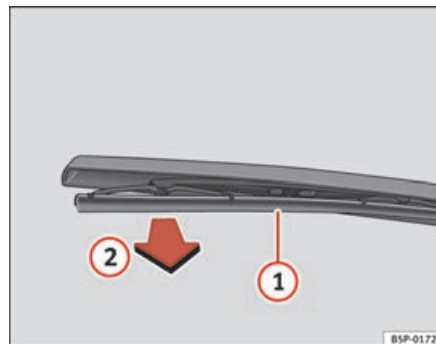

Fig. 172 Substituir a escova do limpa-vidros traseiro
- Afaste o braço do limpa-vidros traseiro do vidro ⇒ fig. 172. ►
- Desengate a escova ① e puxe-a ② ⇒ página 232, fig. 172.